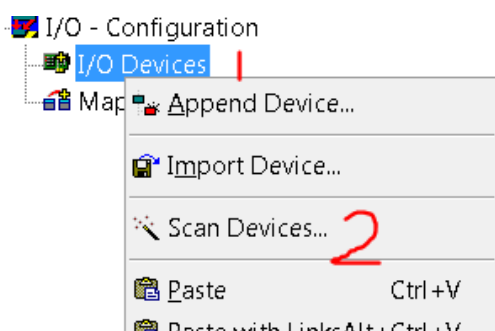
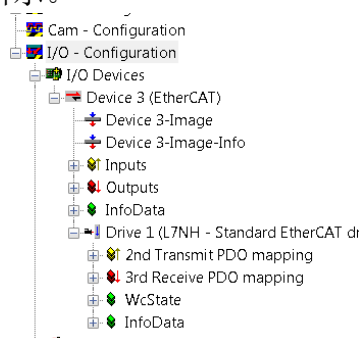

图 1
图 2
3. 扫描硬件，在 TwinCAT system manger 配置树下右击“I/O Devices”再单击“Scan Devices”。如图 1 所示，扫描结果如图 2 所示。